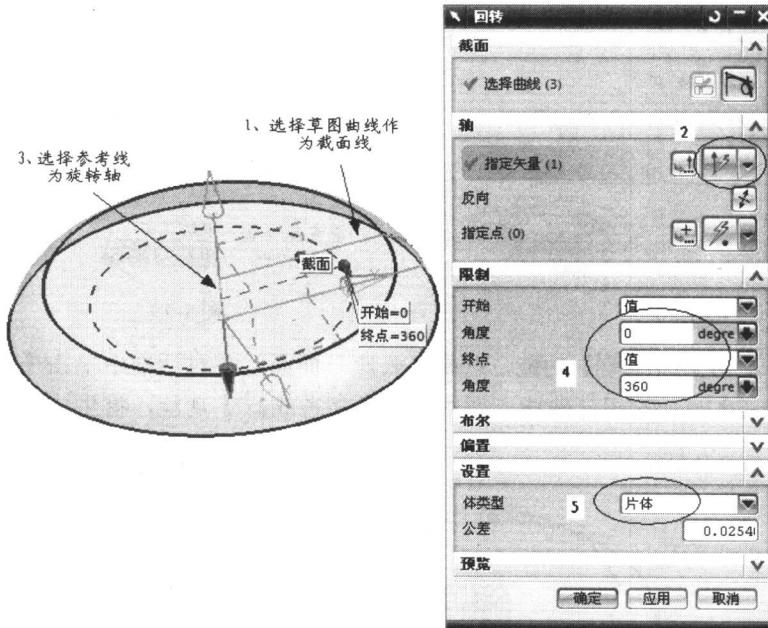

图 1-16
(11) 单击 按钮，退出草图设计界面。
(12) 调用【回转】功能，选择前面建立的草图曲线作为截面线，选择草图中的参考线直线为旋转轴，生成的类型为“片体”，如图 1-16 所示。